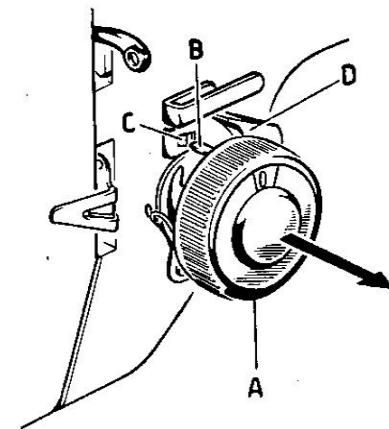

Fig. 24
- Place knob « A » (Fig. 24) on « 0 ».